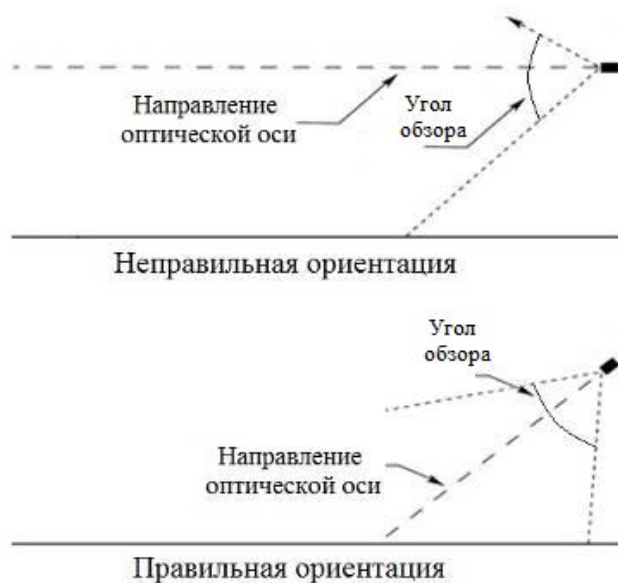

Рисунок 4 – Установка извещателя по отношению к горизонту
- Извещатель должен быть нацелен на объект по нисходящей под углом к горизонту (рис. 4).